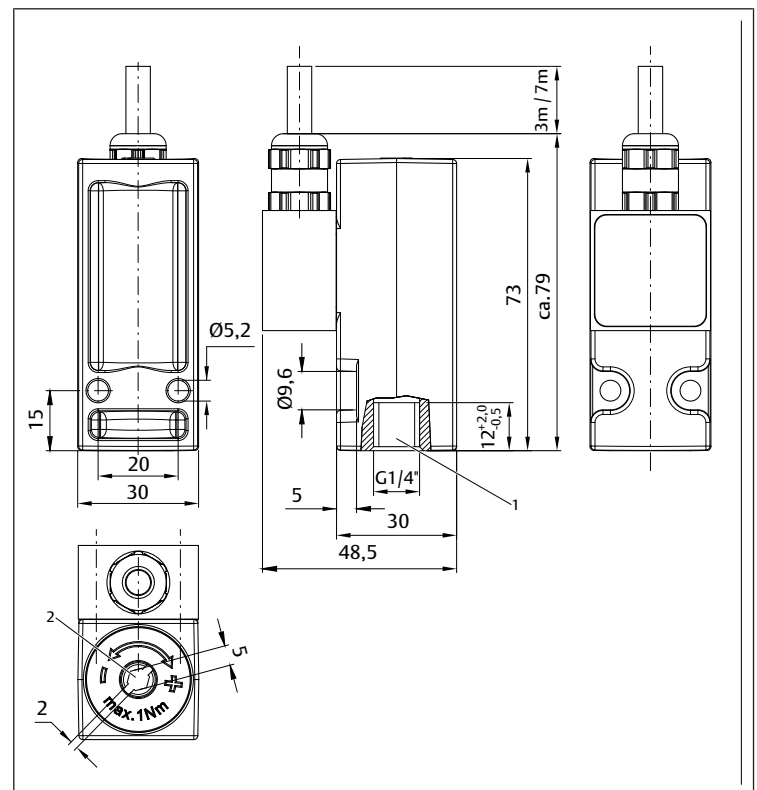

Fig. 2: Raccord pneumatique avec taraudage G1/4
- Raccord G1/4 : $M_A = 12^{+1}$ Nm (voir → Fig. 2)